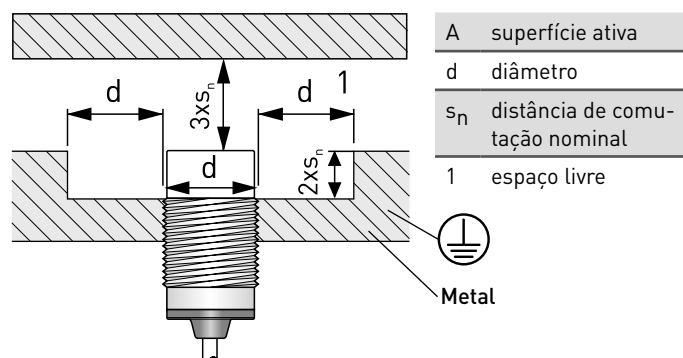

Figura 1: Espaço livre ao redor de um sensor indutivo Ex wireless cilíndrico Ex RF IS M** nb-ST Xm não embutido e distância a uma superfície condutora oposta.
- Os sensores indutivos wireless tipo Ex RF IS M** nb-ST Xm devem ser incluídos na ligação equipotencial através da instalação em um suporte de metal, veja Figura 1.